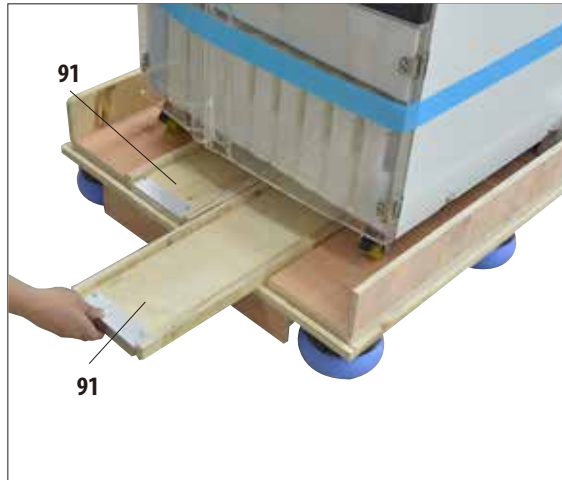

Fig. 8
- Puxe os dois trilhos (91) da rampa abaixo o aparelho (Fig. 8).